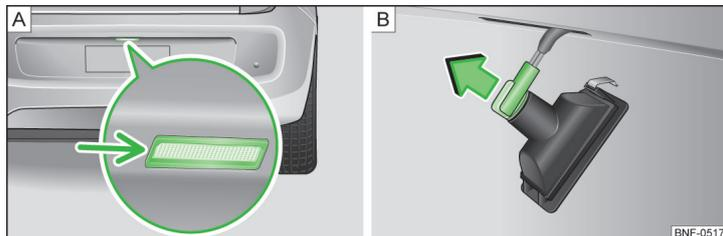

Fig. 134 Démontage de l'éclairage de la plaque d'immatriculation / remplacement de l'ampoule
- Introduisez un tournevis à bout plat dans la fente au niveau de la flèche » fig. 134 - A) et détachez le boîtier de la lampe.
- Faites tourner la douille de l'ampoule **en sens antihoraire** et faites-la sortir dans le sens de la flèche » fig. 134 - B).